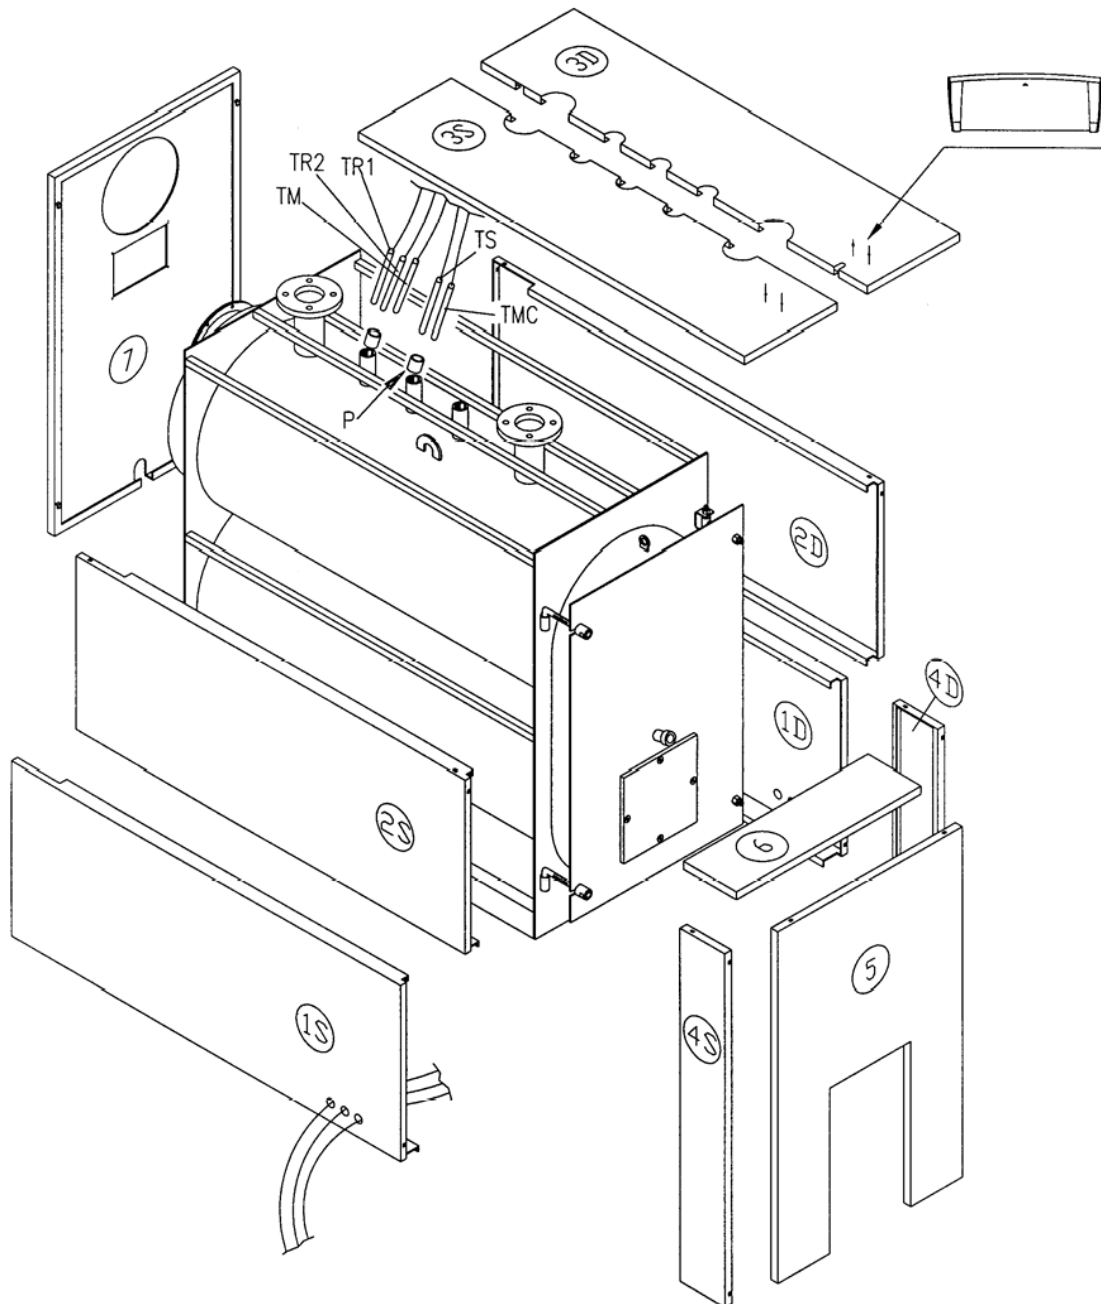

Fig. 11
4.5 HABILLAGE CHAUDIERE STR (Fig. 11)
- f) Monter les panneaux (4S) et (4D) en les accrochant aux panneaux latéraux à l'aide des pattes; monter ensuite le panneau avant (5) en l'accrochant aux panneaux (4S) et (4D). Fermer l'habillage de la porte en posant le panneau supérieur (6).
- g) Monter le panneau supérieur (7) en l'accrochant aux panneaux latéraux à l'aide des pattes.